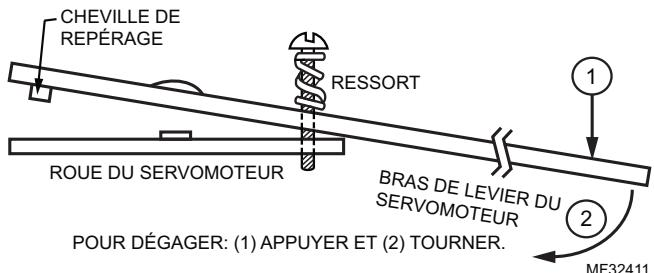

Fig. 8. Dégagement du bras de levier du registre.
- Le bras de levier du servomoteur peut être dégagé de la roue pour fermer le registre à la main lorsque le servomoteur est alimenté ou pour empêcher le fonctionnement du registre de tirage lorsque le servomoteur réagit au régulateur. Dans cette position, le bras de levier du servomoteur peut être tourné pour l'éloigner du registre pendant la rotation du servomoteur. Voir Fig. 8.